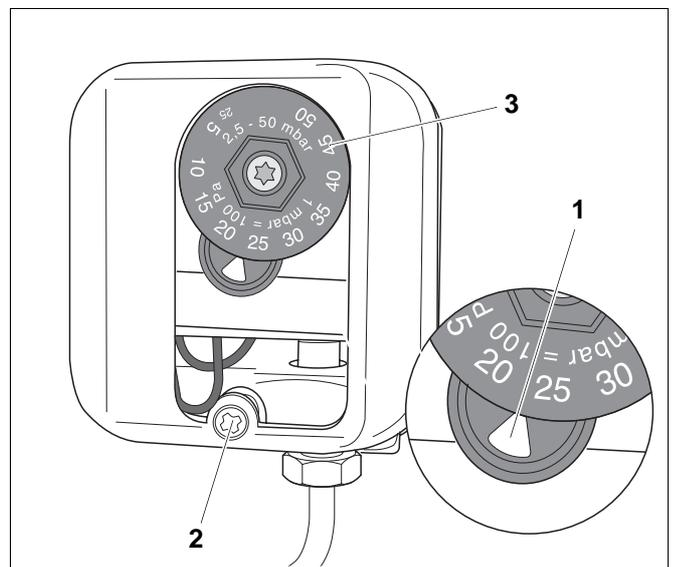

Abb. 46 Gasdruckwächter
- Um die Einstellung zu korrigieren, die Abdeckhaube (Abb. 46, **Pos. 2**) des Gasdruckwächters öffnen.
- Einstellscheibe (Abb. 46, **Pos. 3**) auf Einstellmarkie-rung (Abb. 46, **Pos. 1**) einstellen.